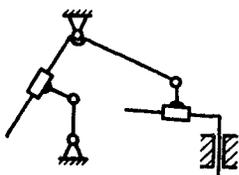

图 1-37
3.解 如图 1-37 所示。
4.解 (1)杆组是不可再分的、自由度为零的运动链。II级组是具有两个杆和三个低副的杆组。